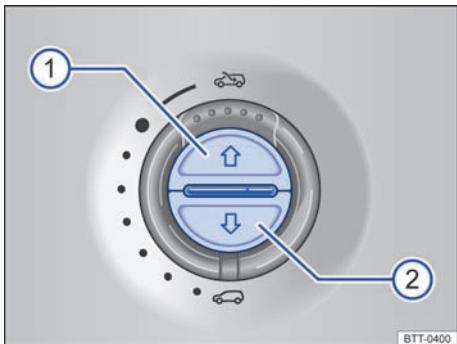

图 239 用于打开或关闭遮阳卷帘的按钮
- 按住按钮 → 图 239 ② 约 5 秒钟, 直至遮阳卷帘完全关闭。